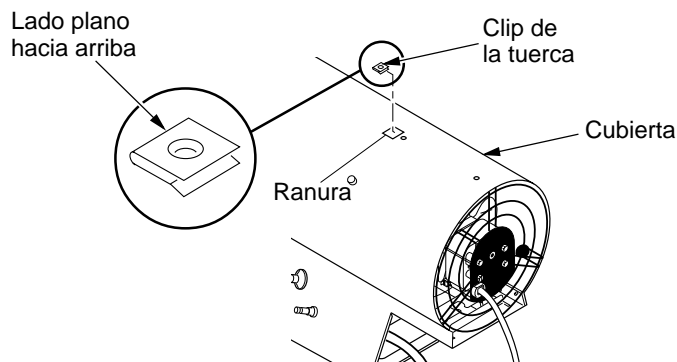

Figura 4 - Instalación del clip de la tuerca
2. Inserte el clip de la tuerca (incluido con la manija) con el lado plano volteado hacia arriba a través de la ranura de la parte superior de la cubierta. Alinee los orificios del clip de la tuerca con el orificio del tornillo detrás de la ranura en la parte superior de la cubierta. (consulte la figura 4).